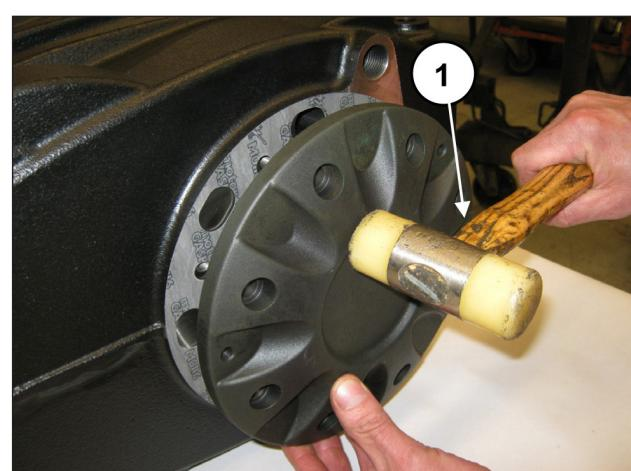

Fig. 61
Montar la tapa del cojinete (y la junta) utilizando una herramienta de percusión (pos. ①, Fig. 61)